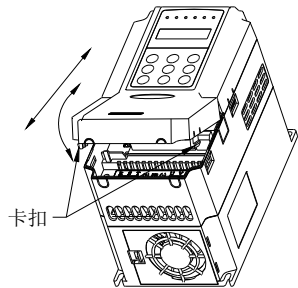

图 3-4 塑胶盖板的拆卸与安装图
(2) 安装
- 2> 将顶部的安装爪对接在箱体顶部的钩口中，用力往下按，直至卡扣进入左右侧的孔中即可，如图 3-4 所示。